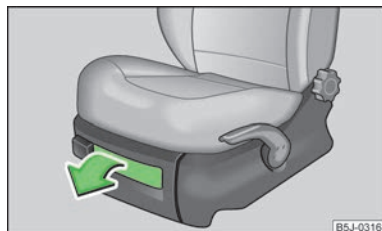

Fig. 71
- Para abrir la tapa tirar del asa » fig. 71.